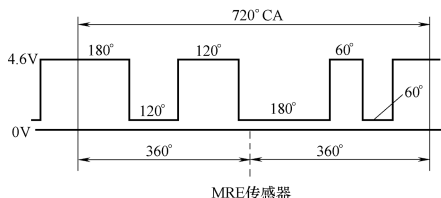

图 1-209 传感器数字信号波形
(3) **波形检测** 在电路正常连接的情况下,使发动机运转,用示波器检测输出信号,其标准波形应与图 1-209 所示波形相同。